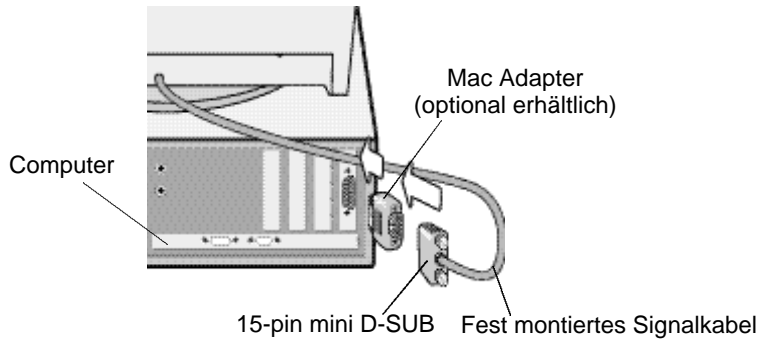

Abbildung B.1
- Für den Macintosh:** Stecken Sie den Macintosh Signaladapter (Option) auf die entsprechende Buchse der Grafikkarte des Macintosh (Abbildung B.1). Stecken Sie den 15-pin mini D-SUB Stecker des fest montierten Signalkabels auf den Adapter am Rechner (Abbildung B1). Ziehen Sie alle Schrauben fest.